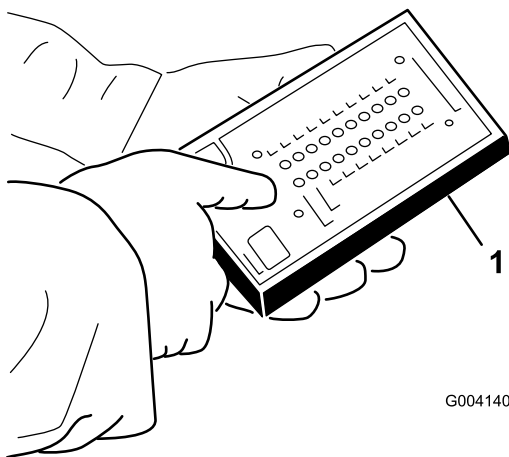

Bild 42
5. Schließen Sie den Stecker der ACE-Diagnostikanzeige an den Kabelbaum an (Bild 42).